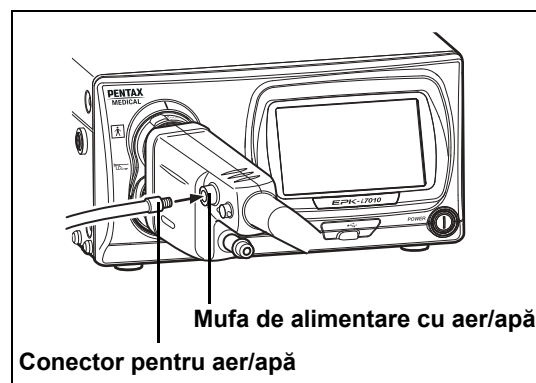

Figura 3.4
- 6** Cuplați conectorul pentru aer/apă la mufa de alimentare cu aer/apă de pe conectorul PVE al endoscopului. (Consultați Figura 3.4.)